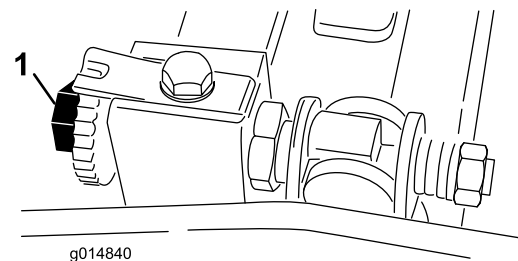

Bild 49
2. Drehen Sie die Einstellschrauben des Untermessertägers nach links (Bild 49). Dies stellt sicher, dass die Spindel das Untermesser nicht berührt.
die Einstellschraube des Untermesserträgers nach rechts (an demselben Ende der Spindel um jeweils einen Klick, bis das Papier an einer Seite der Spindel leicht festgehalten wird, wenn es von vorne parallel zum Untermesser eingeschoben wird. Das führt zu einem leichten Widerstand, wenn Sie am Papier ziehen (Bild 49).